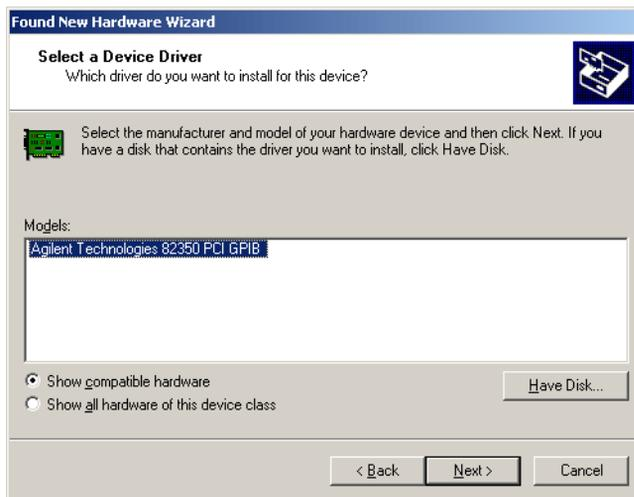

Figura 31 Asistente para hardware: selección de modelo
- 2 En la selección de '**Models**' seleccionar el '**Agilent Technologies 82350 PCI GPIB**' (consultar la Figura 31) y pulsar **Next** para iniciar la instalación.